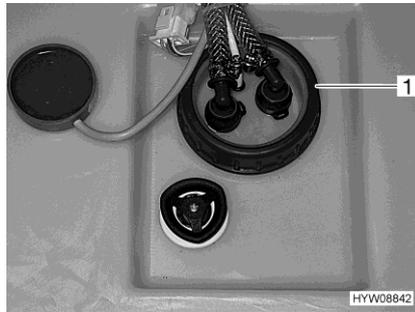

Fig. 153 Orificio de limpieza (depósito de agua)
- Retirar la tapa de cierre (Fig. 153,1) del depósito de agua.